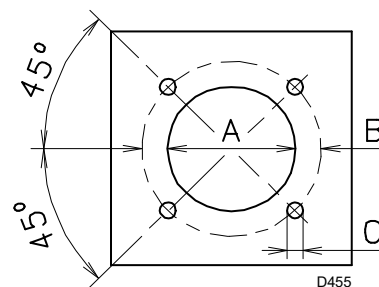

Fig. 13
Găuriți placa de închidere a camerei de ardere ca în Fig. 13 (Tab. J) Poziția găurilor filetate poate fi trasată cu ajutorul scutului termic furnizat cu arzătorul.
- Glisați întregul arzător pe orificiul cazanului pregătit anterior (Fig. 13) și fixați-l cu șuruburile furnizate.